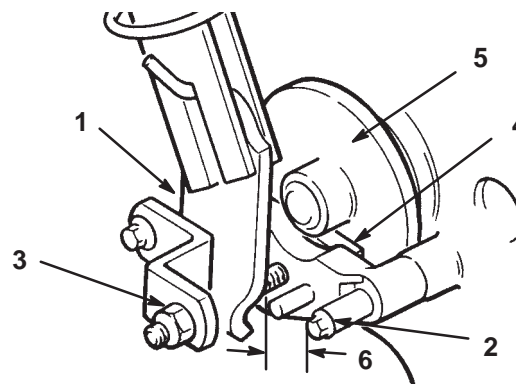

Figure 26
2. Mesurez l'écart entre le bras d'actionnement du frein à disque et la goupille de butée sur l'ensemble support d'essieu (Fig. 26). Il doit être inférieur à 6 mm.
3. Si l'écart est supérieur à 6 mm, serrez le contre-écrou pour le réduire (Fig. 26).
4. Lorsque le frein de stationnement est desserré, vérifiez l'écart entre les plaquettes de frein et le disque à l'aide d'une jauge d'épaisseur (Fig. 26). L'écart correct est de 0,25 mm approximativement.